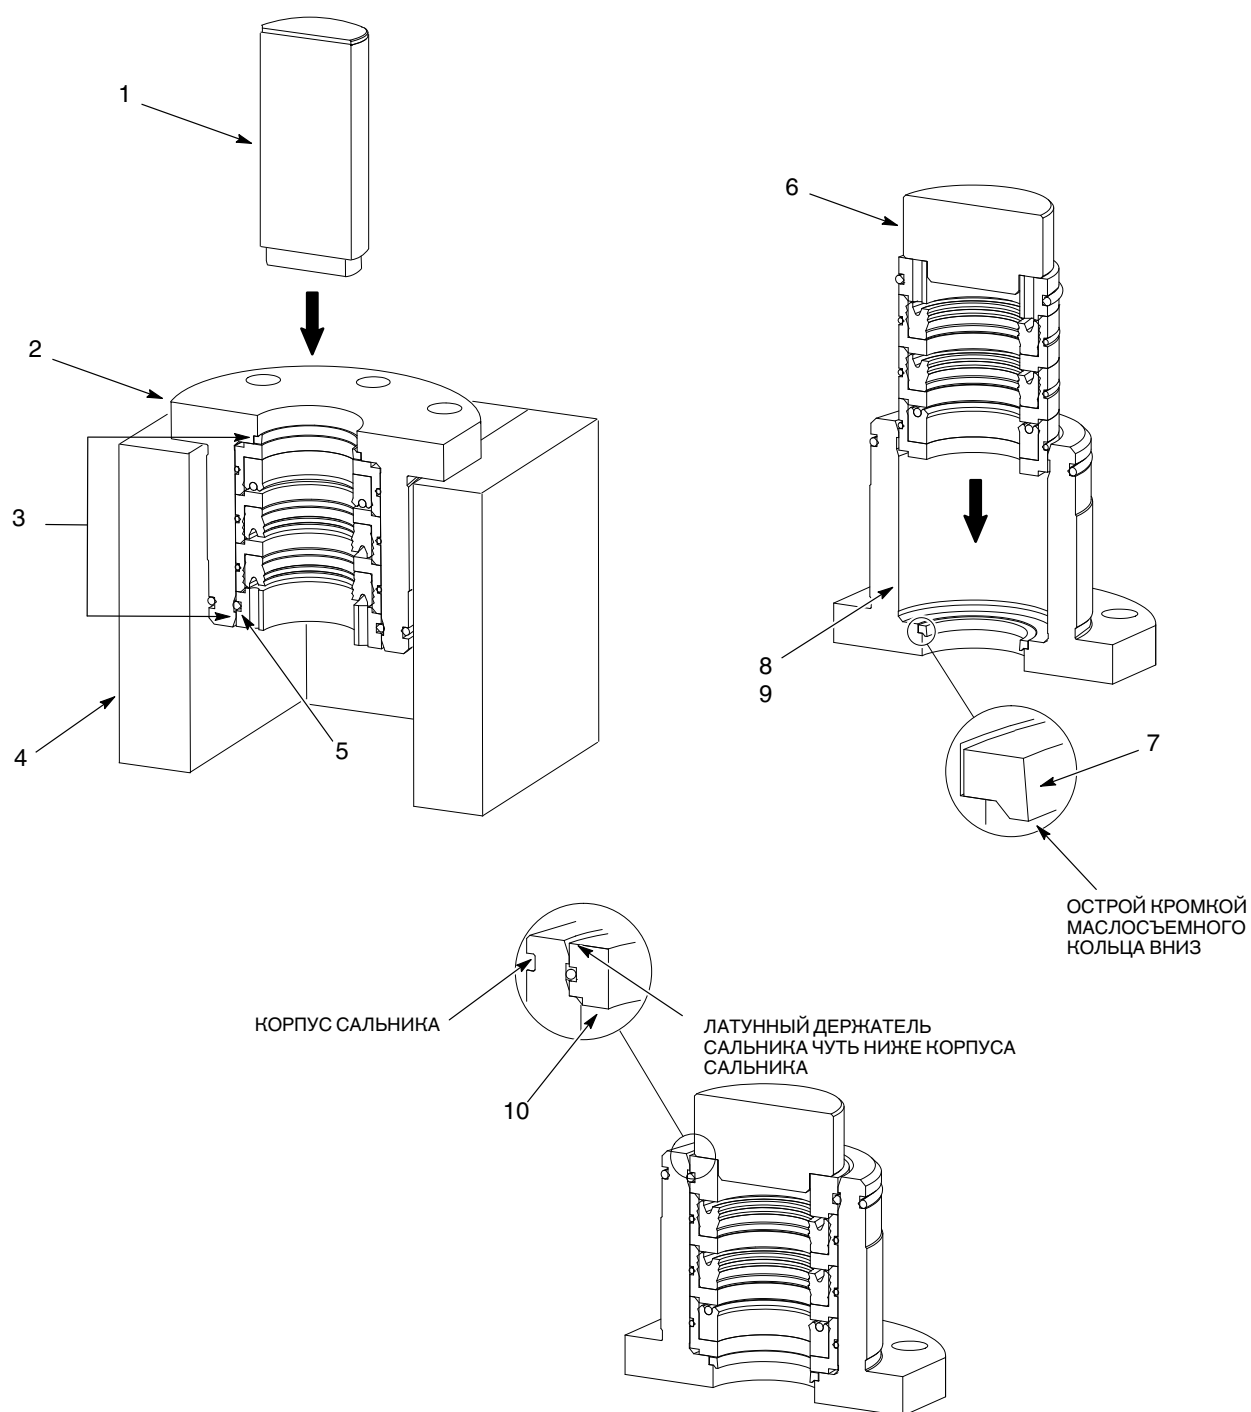

Рис. 11 Замена внутренних деталей сальника
1. См. рис. 11. Установить корпус сальника (2) на держатель (4).